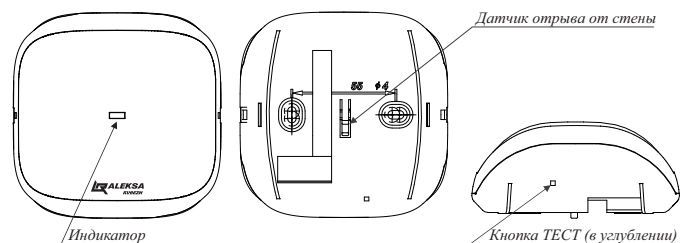

Рисунок 1
5.1 МШС конструктивно выполнен в пластмассовом корпусе. Корпус состоит из двух частей: основания и крышки. Крышка имеет окно для индикатора, расположенного на плате (рисунок 1).